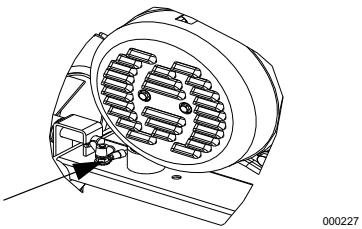

Figure 3-1. Mise à la terre du générateur
Voir la Figure 3-1. Le générateur portatif est équipé d'une borne permettant d'y raccorder un conducteur d'électrode de mise à la terre sur site, lorsqu'un système d'électrodes de mise à la terre est requis par l'article 250.34 (A) du NEC. Les bornes du conducteur de mise à la terre de l'équipement, sur les prises du générateur, sont connectées au châssis du générateur. Si le générateur alimente des équipements raccordés par cordon et fiche, par exemple des outils électriques, le NEC ne prévoit pas que le châssis du générateur soit nécessairement raccordé à une électrode de mise à la terre sur site. Le conducteur de neutre du générateur est connecté au châssis du générateur, conformément à l'article 250.34 (A) du NEC.
Voir la Figure 3-1. Lorsque le générateur est raccordé à un commutateur de transfert manuel, ce dernier doit également commuter le neutre en cas de transfert (commutateur tripolaire) afin d'être conforme au NEC. Afin de garantir la bonne mise à la terre du générateur, il est nécessaire de brancher une électrode de mise à la terre au châssis du générateur. Le fil de terre branché depuis le châssis/la borne du générateur à une électrode de mise à la terre sur site doit être d'un courant permanent admissible égal ou supérieur à celui du conducteur le plus grand utilisé dans le générateur.